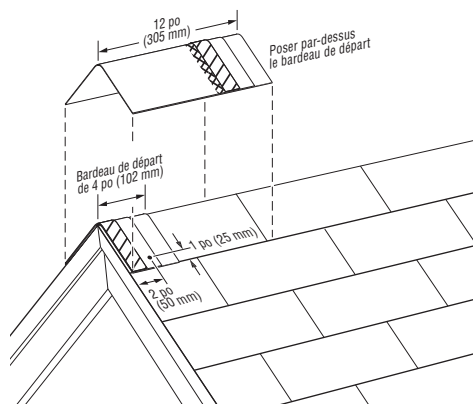
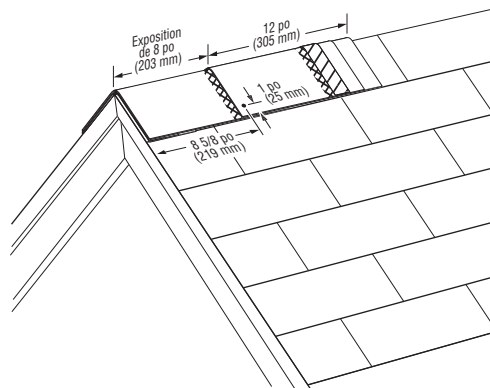

Figure 16-12 : Poser un bardeau de faîtage entier par-dessus le bardeau de départ.
Figure 16-13 : Poser les bardeaux de faîtage en laissant une exposition de 8 po (203 mm) et planter un clou de chaque côté de la façon indiquée.
**IMPORTANT :** Fixer chaque bardeau au moyen de DEUX clous. Les clous doivent avoir au moins 1 3/4 po (45 mm) de longueur. Pour le bardeau de départ, planter les clous à 1 po (25 mm) de chacun des côtés et à environ 2 po (50 mm) en haut du bord d'aboutement exposé, en s'assurant que le clou pénètre de 3/4 po (19 mm) dans la dalle ou qu'il la traverse (voir figure 16-12). Pour chaque bardeau Cedar Crest entier, positionner les clous à 8 5/8 po (219 mm) en haut du bord d'aboutement exposé et à 1 po (25 mm) de chacun des côtés (voir figure 16-13).
Poser les bardeaux ordinaires jusqu'à l'arête ou le faîte des deux côtés et les tailler à égalité. S'assurer que les bardeaux Cedar Crest couvriront adéquatement le dernier rang de bardeaux des deux côtés de l'arête ou du faîte. Préparer un bardeau de départ de 4 po (100 mm) en retranchant une section de 8 po (203 mm) de la partie inférieure à granules colorées d'un bardeau Cedar Crest. Poser la pièce de départ de 4 po (100 mm) avec la section superposée relevée par-dessus le coin inférieur de l'arête ou sur un bout ou l'autre du faîte, en surplombant le coin ou le bout d'environ 1/2 po (12 mm) et en pliant le bardeau de départ le long de la ligne centrale pour le former en position (voir figure 16-12). Planter un clou de chaque côté à environ 2 po (50 mm) en haut du bord exposé du bardeau de départ et à 1 po (25 mm) de chacun des côtés du bardeau. Poser ensuite un bardeau entier de 12 po x 12 po (305 mm x 305 mm) par-dessus la pièce de départ, en pliant le bardeau le long de la ligne centrale et en le formant en position par-dessus l'arête ou le faîte, à égalité avec le bas et les côtés du bardeau de départ. Fixer le bardeau entier au moyen de deux clous d'au moins 1 3/4 po (45 mm) de longueur, un clou de chaque côté du bardeau à 8 5/8 po (219 mm) du bord d'aboutement et à 1 1/2 po (25 mm) de chacun des côtés (voir figure 16-13).